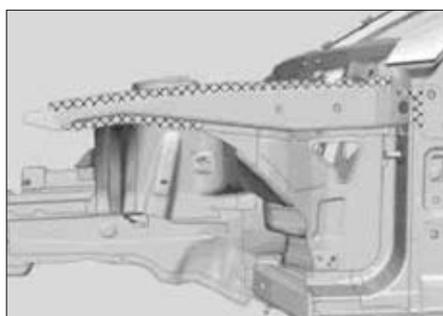

FIG. 11
- Chauffer les zones quadrillées de la partie supérieure avant du doublure d'aile avant (2) (Fig.11).